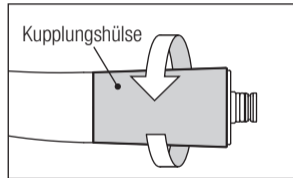

Abb. 11
- 1) Lösen und entfernen Sie die Kupplungshülse hinten am Handstück (Abb. 11).